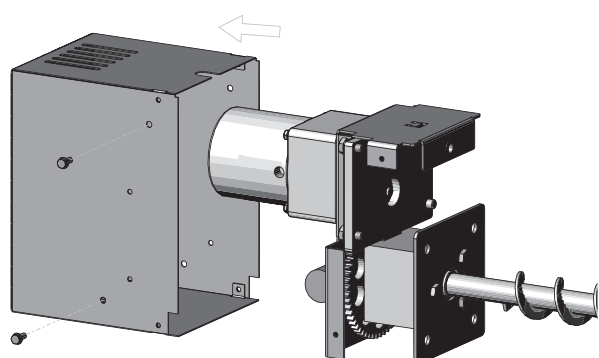

Fig. 223
- Rimuovere la copertura del motore – Fig. 223.